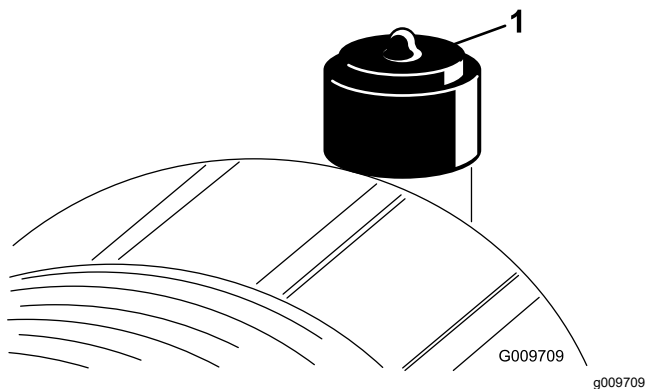

Figura 55
Effettuate la manutenzione del filtro dell'aria quando l'indicatore (Figura 55) lo richiede. Sostituendo il filtro dell'aria prima del necessario si aumenta il rischio che la morchia penetri nel motore quando si toglie il filtro.
2. Se la spia (Figura 55) è rossa, resettatela.